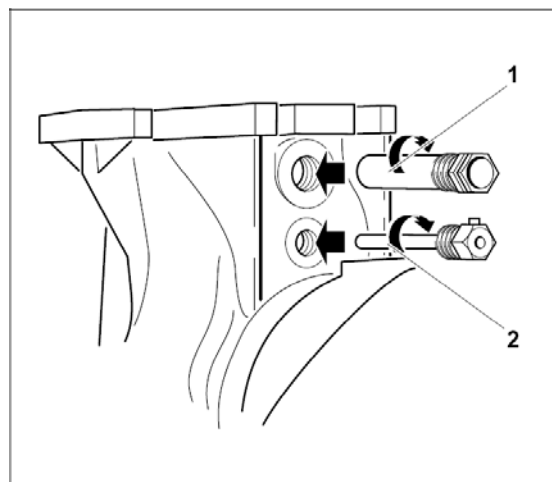

Fig. 21
- Montera givaren  $\frac{3}{4}$ " från framsidan (längd: 110 mm) i framledningsanslutningens nedersta  $\frac{3}{4}$ "-skruvborrning, och se till att täta den (Fig. 21, **pos. 1**).
- Montera givaren  $\frac{1}{2}$ " från framsidan (längd: 110 mm) i framledningsanslutningens nedersta  $\frac{1}{2}$ "-skruvborrning, och se till att täta den (Fig. 21, **pos. 2**).